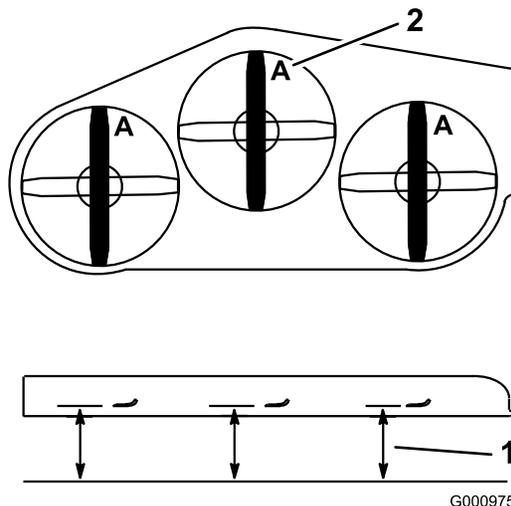

図 77
4. Aの位置で 図 77、平らな床面からブレードの刃先までの高さを測る。